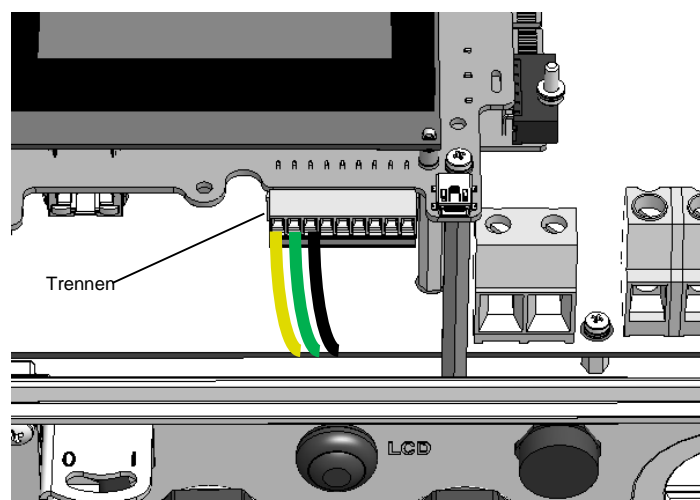

Abbildung 3: 9-Polige Klemmleiste von bestehendem Wechselrichter trennen
- Ist am Wechselrichter bereits ein RS485-Anschluss installiert, trennen Sie die 9-polige Klemmleiste von der Kommunikationskarte des Wechselrichters (ohne die RS485-Kabel abzuziehen), wie in Abbildung 3 gezeigt.